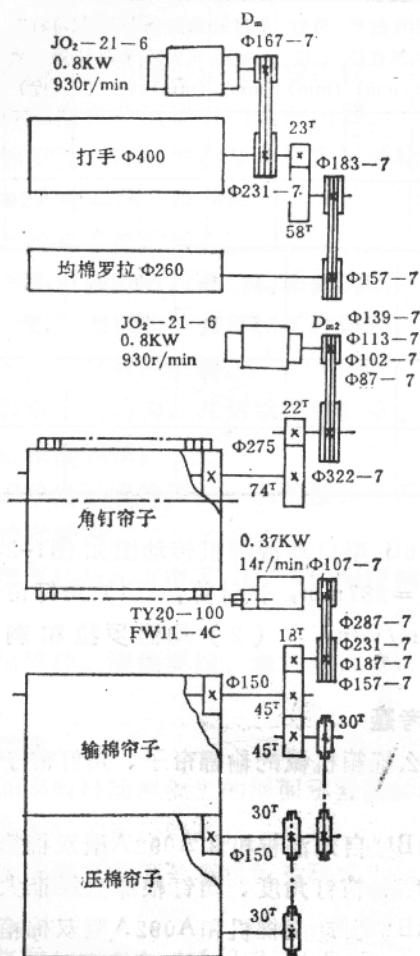

图1-2 A006B型自动混棉机传动图
4. A006B 型自动混棉机传动图如图1-2, 已知 $D_{m2}=139\text{mm}$, $D_{m3}=287\text{mm}$, 试计算: (1) 角钉帘子与输棉帘子的线速度 (m/min), (2) 均棉罗拉和剥棉罗拉的转速 (r/min)。